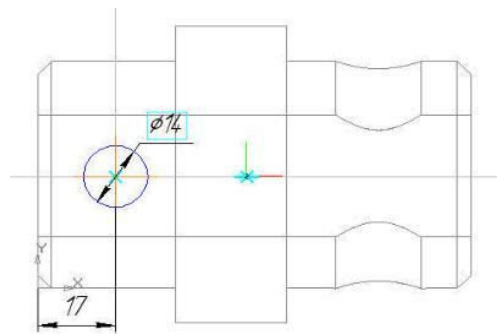

Рис. 4
28. Выполните построение по чертежу, используя команду *Окружность* (рис. 4).